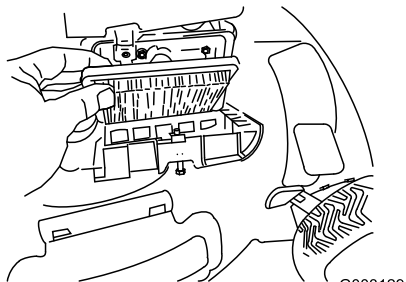

Figure 43
4. Remettez le couvercle en place (Figure 43).